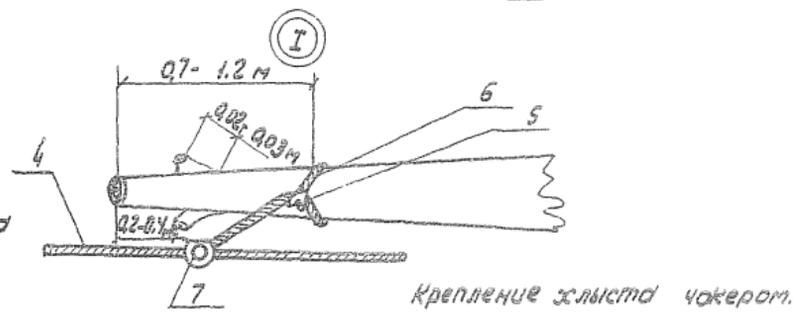

Рис. 5-1 Схема формирования воя при трелевке хлыстов за вершины.
Схема формирования воя показана на рис. 5-1.
2.4.4. Произвести чокерровку на расстоянии 0,7-1,2 м от среза вершины. Для предотвращения соскальзывания чокеров на вершинах при обрезке сучьев оставляют мутовки из двух-трех сучьев длиной 2-3 см на расстоянии 0,2-0,4 м от вершины (рис. 5-1).